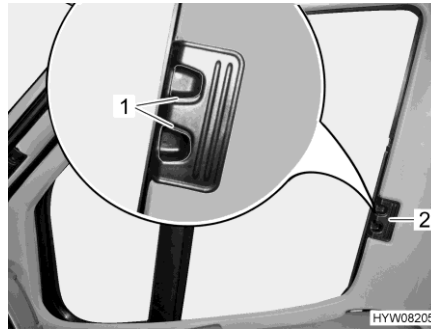
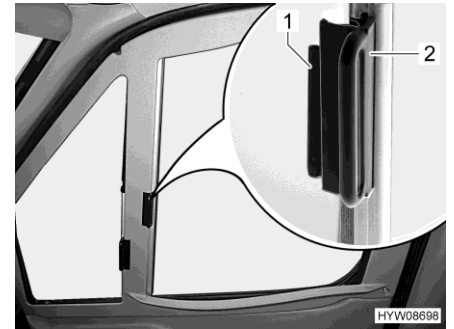

Fig. 25 Tendina oscurante pieghevole (finestrino del conducente/passeggero, Fiat)
Fig. 26 Tendina oscurante pieghevole (finestrino del conducente/passeggero, Mercedes-Benz)
- A seconda del tipo di tendina oscurante, premere e tenere premute le levette di bloccaggio (Fig. 25,1).
- Con la levetta (Fig. 25,2 o Fig. 26,2) tirare le tendine oscuranti pieghevoli per il finestrino del guidatore e del passeggero verso l'altro lato della finestra e congiungerle alle strisce magnetiche.
- Inserire fino all'arresto le tendine oscuranti pieghevoli per il finestrino del guidatore e del passeggero per la maniglia (Fig. 25,2 o Fig. 26,2).
- Rilasciare le levette di bloccaggio (Fig. 25,1) e farle innestare, oppure spingere l'impugnatura (Fig. 26,2) fino al soprizzo (Fig. 26,1).